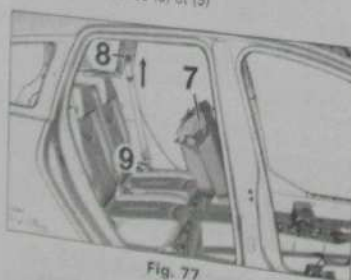

Fig. 77
- Rabattre le siège arrière (7) (Fig. 77).
- Dégrafer les caches (8) et (9).